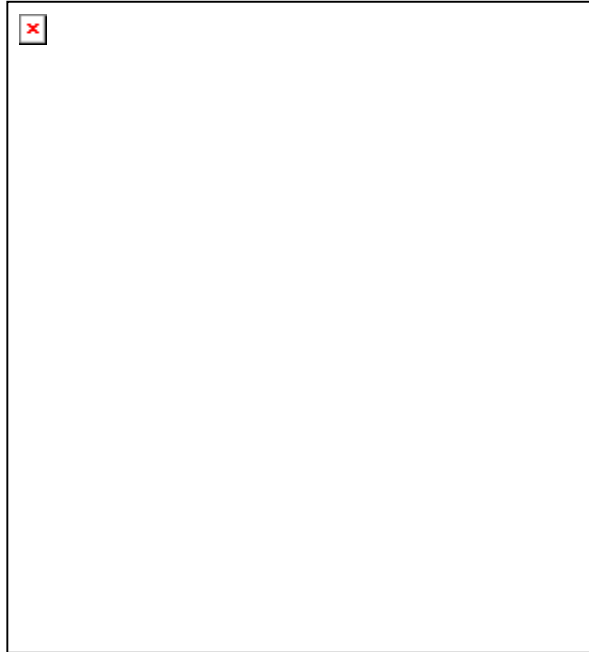

Bild 6: Fahrerzuordnung
4. Öffnen Sie das Dialogfenster „Fahrerzuordnung“. (Bild 6)